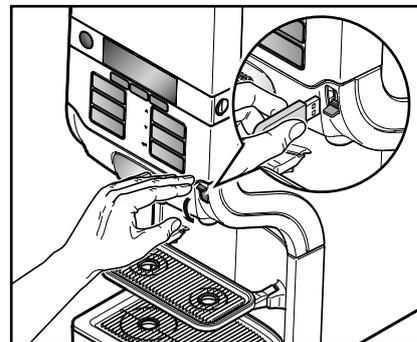

Abb. 23
- Stecken Sie den USB-Schlüssel ‚temporäre Getränkeausgabe‘ in den USB-Anschluss am Gerät. (Abb. 23)